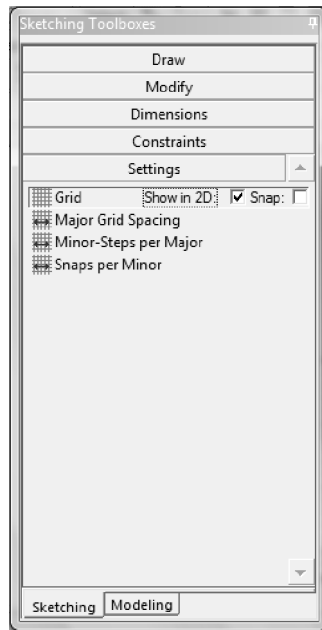

Рис. 3.9
3) Перед построением области покажем координатную сетку. Для этого на панели Sketching Toolboxes кликните по табулятору Settings, находящемуся внизу панели, затем – по инструменту Grid и напротив Show in 2D установите галочку, рис. 3.9. После этого на панели Graphics будет показана координатная сетка, расстояние между координатными линиями по умолчанию равно 5 мм. Перейдите в набор инструментов Draw.